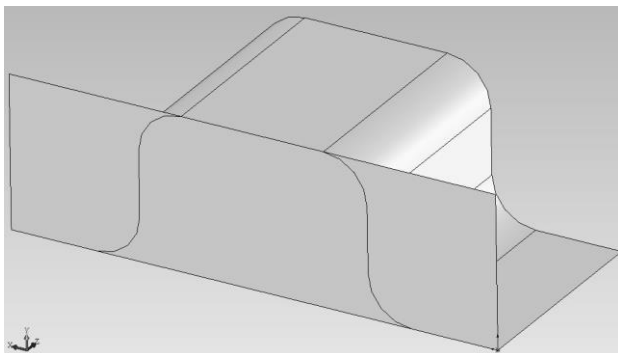

Рисунок 8.3. – Результат побудови стінки корпусу
- використовуючи ескіз прямокутника, побудувати плоску поверхню. Рис. 8.3;